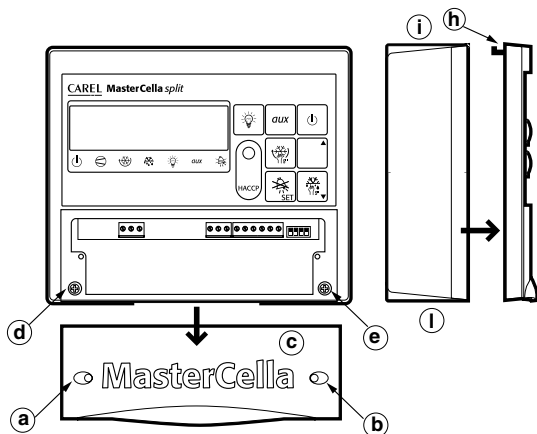

Fig. 1
Con riferimento alle Fig. 1 e 2 e relativi particolari:
2. svitare le due viti frontali (part. a, b di Fig. 1) ed estrarre la portina centrale (part. c);
In reference to Fig. 1 and 2 and the corresponding parts:
2. Unscrew the two frontal screws (Fig. 1, a, b) and take out the central door (part c).
- svitare le due viti frontali (partt. a, b di Fig. 1) ed estrarre la portina centrale (part. c).